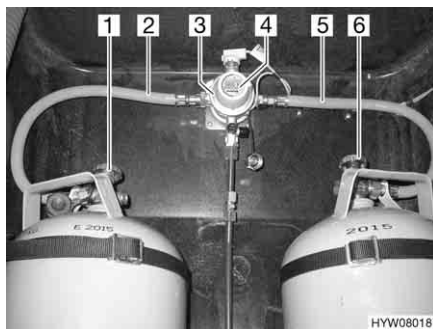
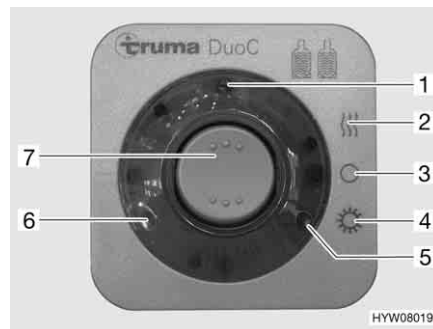

Fig. 52 Impianto di commutazione DuoControl
Fig. 53 Centralina di controllo
L'impianto di commutazione DuoControl è costituito da una valvola di commutazione (Fig. 52,3) e da una centralina di controllo (Fig. 53). La valvola di commutazione è installata tra i tubi del gas (Fig. 52,2 e 5). Con la manopola (Fig. 52,4) sulla valvola di commutazione è possibile stabilire, quale delle bombole del gas viene utilizzata come bombola in uso e quale bombola del gas viene utilizzata come bombola di riserva.
Sulla centralina di controllo (Fig. 53) possono venire azionate solo le funzioni elettriche. Le valvole principali di arresto delle bombole del gas (Fig. 52,1 e 6) devono essere aperti manualmente.
La valvola di commutazione garantisce una pressione del gas costante, indipendentemente da quale bombola provenga l'alimentazione del gas. Le due spie di controllo sulla centralina di controllo indicano il livello di riempimento della bombola in uso. Se è accesa la spia di controllo verde (Fig. 53,6), la bombola in uso è piena. Se è accesa la spia di controllo rossa (Fig. 53,5), la bombola in uso è vuota. Il rifornimento di gas avviene poi tramite la bombola di riserva.
- Aprire le valvole principali di arresto delle bombole del gas (Fig. 52,1 e 6).
- Con la manopola (Fig. 52,4) sulla valvola di commutazione (Fig. 52,3) selezionare la bombola del gas, da cui proviene la principale alimentazione del gas (bombola in uso).
- Sulla centralina di controllo (Fig. 53) attivare l'impianto di commutazione DuoControl.
Posizionare l'interruttore a bilico (Fig. 53,7) su funzionamento invernale "On e riscaldamento" (Fig. 53,2) oppure su funzionamento estivo "On" (Fig. 53,4). La valvola di commutazione è ora disareata. La spia di controllo gialla (Fig. 53,1) è accesa, se si seleziona la modalità di funzionamento invernale e l'impianto antighiaccio con regolatore è attivato.
- Portare l'interruttore a bilico (Fig. 53,7) in posizione "O" (Fig. 53,3). La spia gialla di controllo (Fig. 53,1) si spegne.
- Chiudere le valvole principali di arresto delle bombole del gas (Fig. 52,1 e 6).
Le spie di controllo sulla centralina di controllo (Fig. 53,5 e 6) segnalano all'interno del veicolo, se la bombola in uso è pronta al funzionamento.
Se la spia di controllo verde (Fig. 53,6) si spegne durante il funzionamento e la spia di controllo rossa (Fig. 53,5) si accende, significa che la bombola del gas selezionata come bombola in uso è vuota e deve essere sostituita. La bombola di riserva continua ad alimentare le utenze a gas.